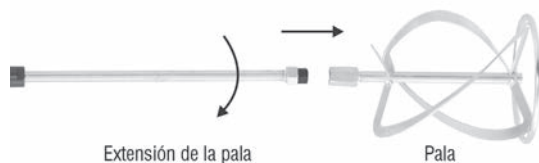

Fig. 2 - Montaje de la extensión en la pala
1. Enrosque la extensión en la pala, de acuerdo a la Fig. 2;